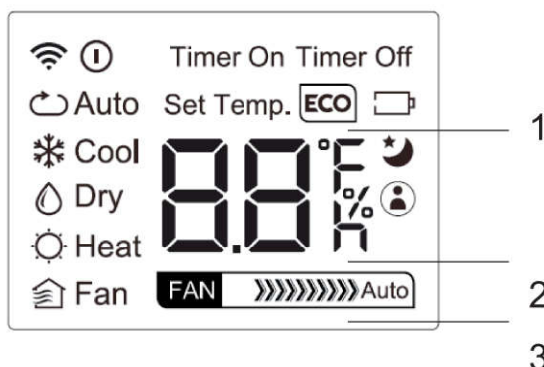

fig. 6 -
1. **ECO-modus** (deel 1 "afb. 6 -") (de display van de binnenunit toont één voor één de letters "E-C-O", gevolgd door de temperatuursetpunt). De "energiebesparende" modus is alleen beschikbaar in de COOL-modus door op de "ECO" -knop te drukken. Als het temperatuurinstelpunt lager is dan 24 ° C, door de "ECO" -modus te activeren, wordt het temperatuurinstelpunt automatisch ingesteld op 24 ° C en de ventilatorsnelheid op "Auto" om energie te besparen. Als het temperatuurinstelpunt hoger is dan 24 ° C, doet het temperatuurinstelpunt dat door het activeren van de "ECO" -modus verandert niet en de ventilatorsnelheid is ingesteld op "Auto". Om de "ECO" -modus te stoppen, drukt u op de "ECO" -knop of kiest u een andere bewerkingmodus, of kies een temperatuurinstelpunt lager dan 24 ° C
2. **SLAAP-functie** (deel 2 "fig. 6 -"). Door op de knop "SLEEP" te drukken, wordt de machine in de nachtmodus ingesteld. De SLAAP-modus is aangegeven door het symbool op het display. De ingestelde temperatuur wordt verhoogd (bij koeling "COOL") of verlaagd (bij warm bedrijf "HEAT") 1 ° C met vooraf bepaalde intervallen tot een maximum van 2 ° C. De SLAAP-functie stopt automatisch na 8 uur en de unit zal blijven werken door het laatste setpoint te behouden. De functie is niet beschikbaar in de modi "VENTILATOR" en "DROOG".
3. **VOLG ME-functie** (onderdeel 3 "fig. 6 -"). Geactiveerd in modus HEAT - AUTO - COOL. De afstandsbediening stuurt dit signaal om de 3 minuten naar de airconditioner totdat u nogmaals op de knop Follow Me drukt. De airconditioner annuleert de Follow Me-functie automatisch als deze het signaal niet ontvangt gedurende een interval van 7 minuten.